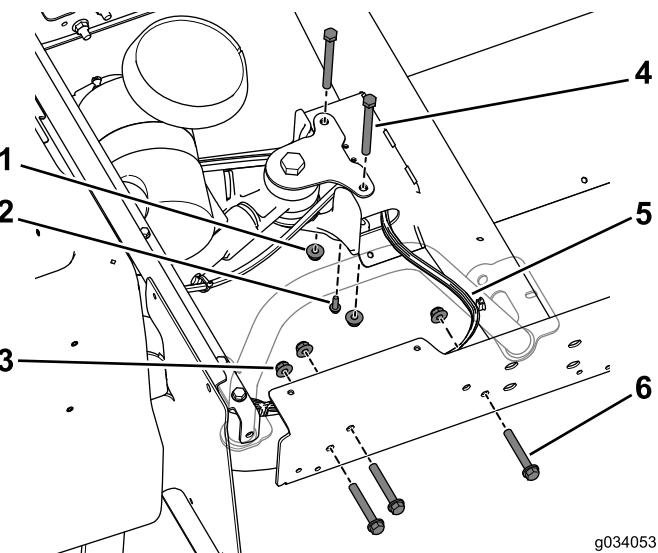

Figura 28
na estrutura traseira (Figura 28). Faça isto em ambos os lados da máquina.
Nota: Certifique-se de que a cablagem sai do canal central no lado direito (Figura 28).
- Utilize o parafuso autorroscante (1/4 x ¾ pol.) para instalar a união em T da linha do travão no canal central (Figura 28).
- Utilize os dois parafusos (3/8 x 3¾ pol.) e as porcas flangeadas para instalar sem apertar o canal central na montagem traseira (Figura 28).